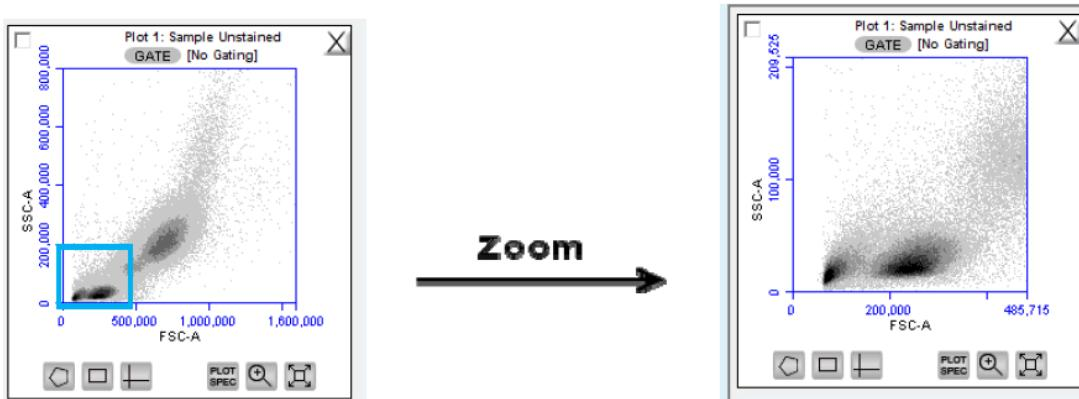

图 3-31. 使用缩放工具前后。
2. 在图中点击并拉拽鼠标 , 画出一个区域进行放大 (图 3-31) 。